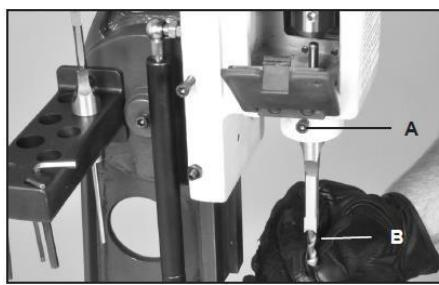

Рис. 11
- С помощью ключа для патрона затяните сверло так, чтобы его конец располагался на 1,5-4 мм ниже резца. Это расстояние зависит от твердости древесины и требуемой глубины паза. Рис. 11, В